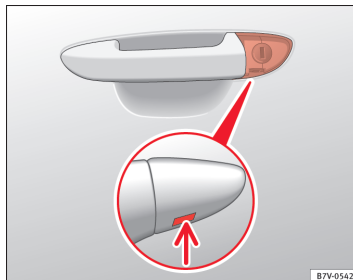

Fig. 190 Dørhåndtag på førerdøren: skjult låsecylinder
- Sæt nøglekammen nedefra og ind i afdæknings åbning ⇒ Fig. 190 (pil) på førerdørens dørhåndtag, og løft afdækningen af nedefra og opad.